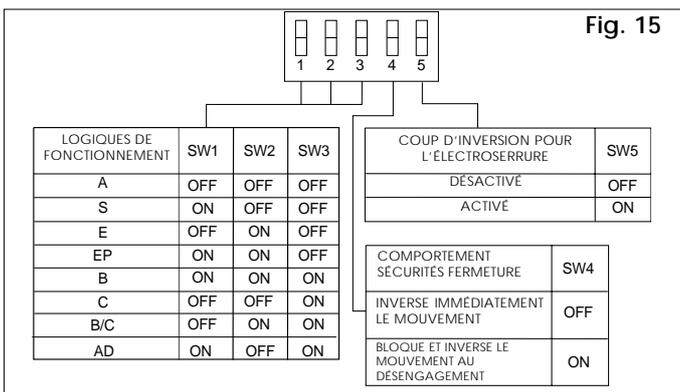

Fig. 15
- 1) Programmer la platine électronique 450 MPS selon ses exigences comme indiqué en fig. 15.